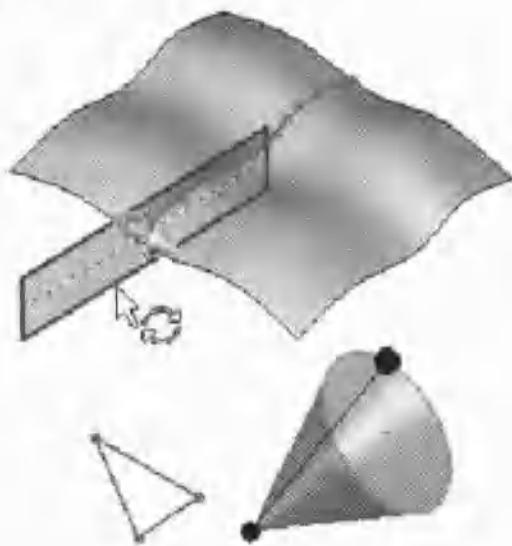

图 1-1 添加放样截面 ▶
(1) 可以添加精度更高、控制点更少的放样截面。
(2) 使用添加放样截面命令所添加的放样截面会在其终点自动生成穿透点, 如图 1-1 所示。而以前添加这些剖面与现有引导线并没有几何关系。